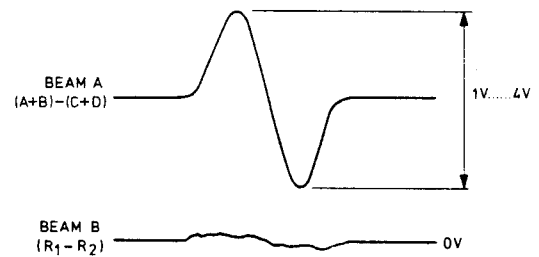

Fig. 7
- Bildamplitude und Bildform sind in Bild 7 dargestellt.